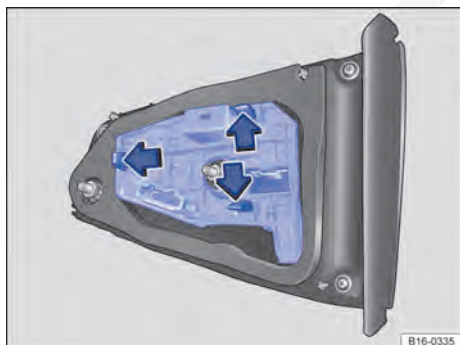

Fig. 237 Na tampa do compartimento de bagagem: desinstalar o suporte da lâmpada.
6.	Pressionar as tiras de travamento no sentido da seta ⇒ Fig. 237 e retirar o suporte da lâmpada.
7.	Substituir a lâmpada incandescente queimada por uma lâmpada incandescente nova do mesmo modelo ⇒ Fig. 237.